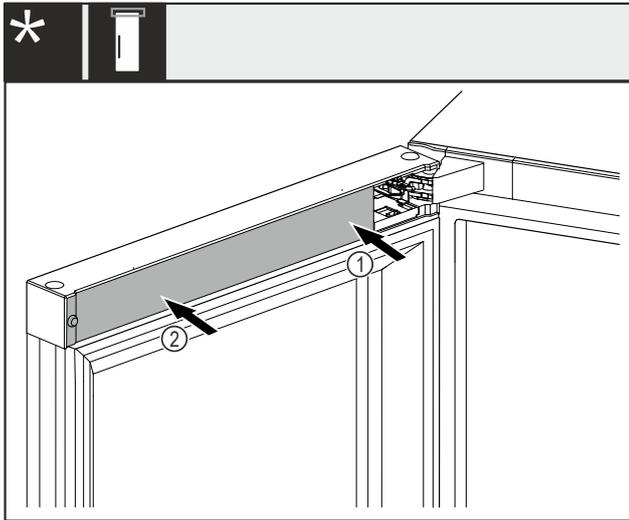

Fig. 49 *
- ▶ Applicare per prima cosa la copertura Fig. 49 (1) sul lato del blocco di supporto e innestarla.*
- ▶ Applicare per prima cosa la copertura Fig. 49 (2) sul lato esterno e innestarla.*